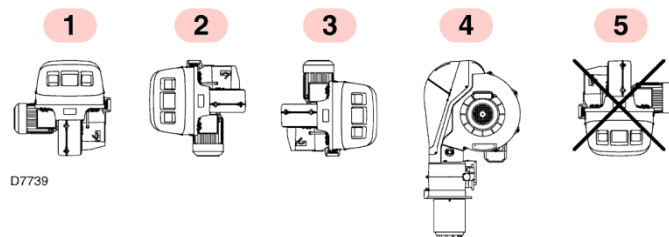

Рис. 12
- Горелка может работать, только если она установлена в положении 1, 2, 3 и 4 (рис. 12).